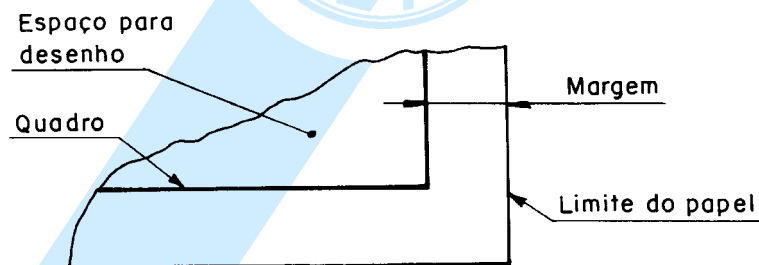

Figura 6 - Margens
3.3.1 Margens são limitadas pelo contorno externo da folha e quadro. O quadro limita o espaço para o desenho (ver Figura 6).